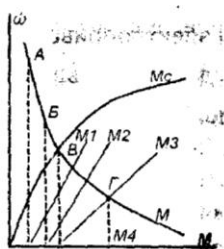

Рис. 99
**4-16.** В какой из точек, указанных на рис. 99, двигатель постоянного тока последовательного возбуждения работает в режиме замедления?